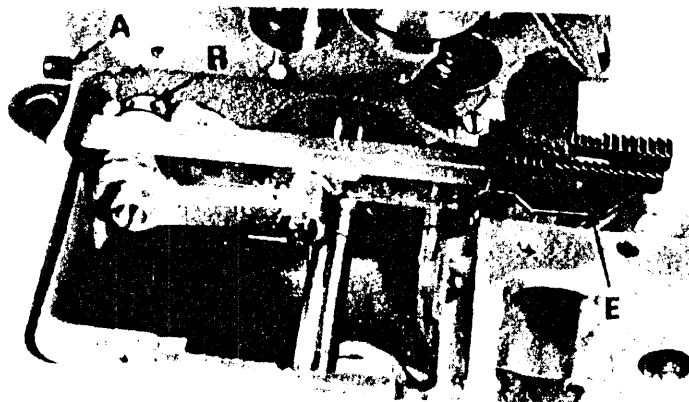

fig.13
- Montare la griffa anteriore differenziale E con la vite G senza bloccarla (fig. 13).